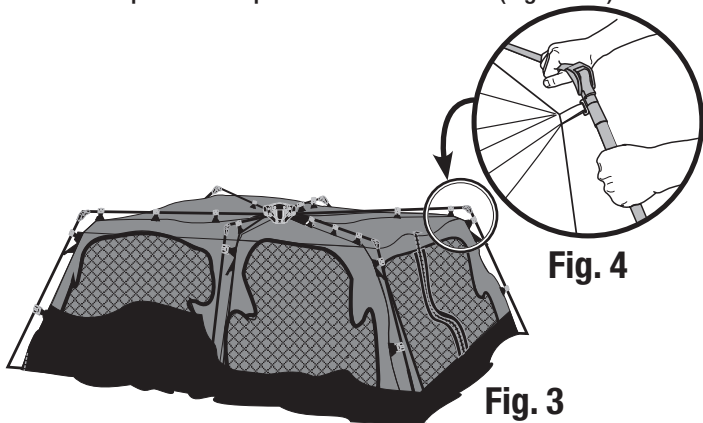

Fig. 3
- Dépliez les joints des bras à chacun des coins de la tente. (Fig. 3 et 4)